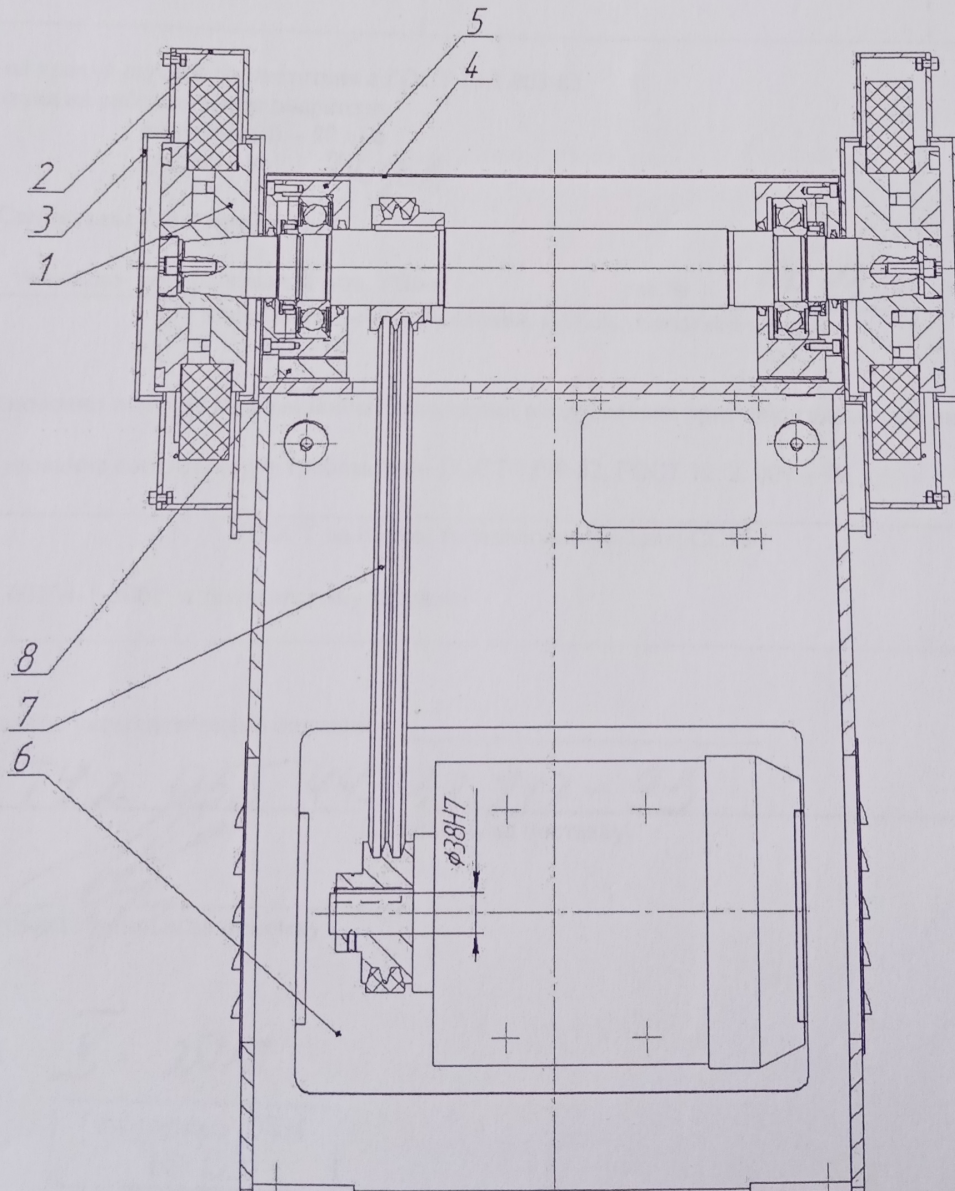

Рис. 11.1
11.4 Смена ремней привода шпинделя производится в следующем порядке (см. рис. 11.1):